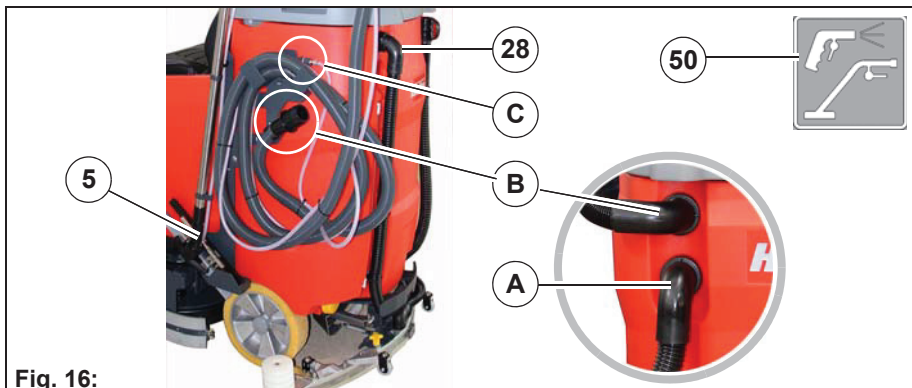

Fig. 16:
1. Placer le tuyau d'aspiration **Fig. 16-28** dans la position de rangement **Fig. 16-A**.
2. Enfoncer le tuyau de l'outil dans l'ouverture de l'aspiration **Fig. 16-B**.
3. Raccorder le tuyau au raccordement d'eau de la machine **Fig. 16-C**.